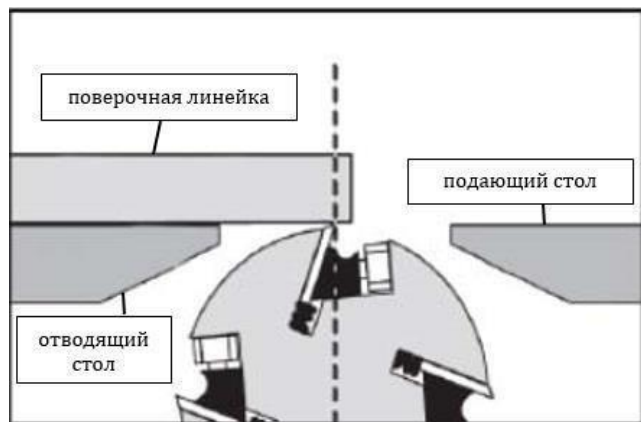

Рис. 16
4. Положение стола и поверочной линейки будет таким, как показано на (**Рис. 16**). При работе с линейкой рядом с режущим валом необходимо соблюдать осторожность, чтобы не повредить ножи.